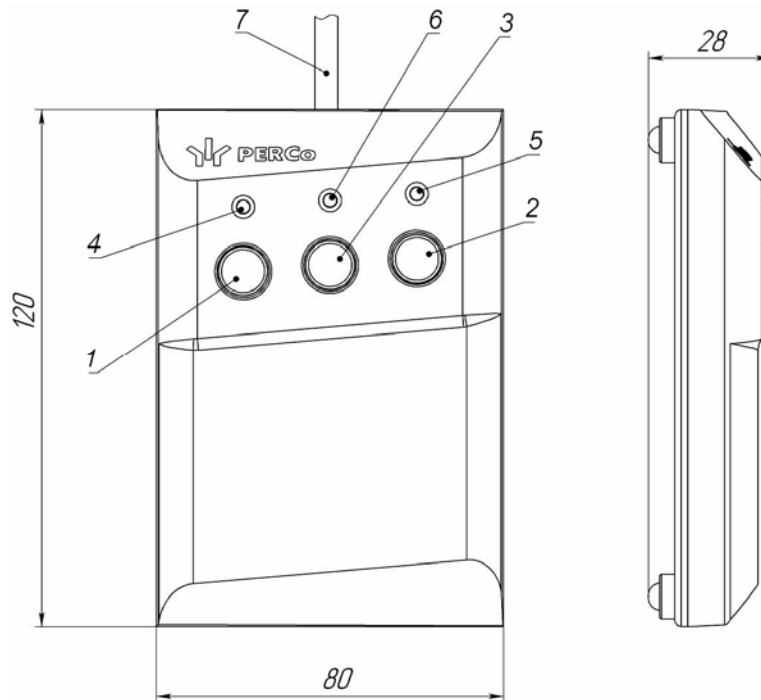

Рисунок 6. Общий вид и габаритные размеры ПДУ
5.2.1.1 ПДУ выполнен в виде небольшого настольного прибора в корпусе из ударопрочного АБС-пластика и предназначен для задания и индикации режимов работы при ручном управлении турникетом. Общий вид ПДУ показан на рис. 6.